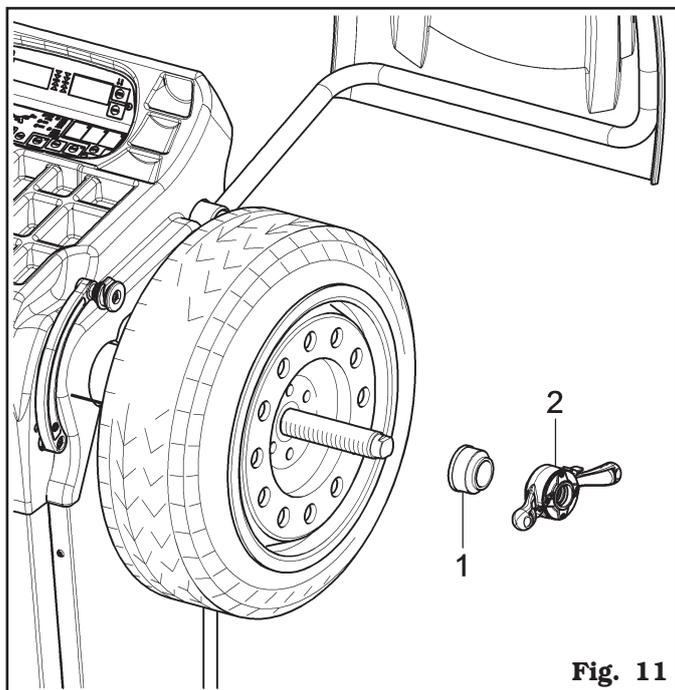

Fig. 11
4. Introducir la copa de protección (Fig. 11 ref. 1) en la virola (Fig. 11 ref. 2) y fijar todo contra la rueda.